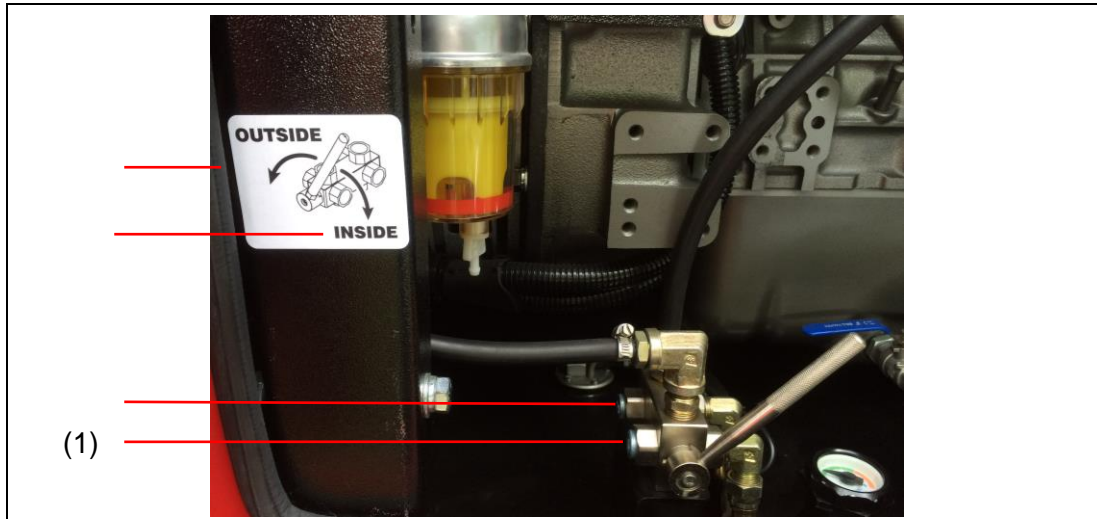

Fig. 91: Llave de combustible / Dispositivo de suministro
- Llave de combustible en la posición TANQUE PROPIO (Fig. 91: Llave de combustible / Dispositivo de suministro)